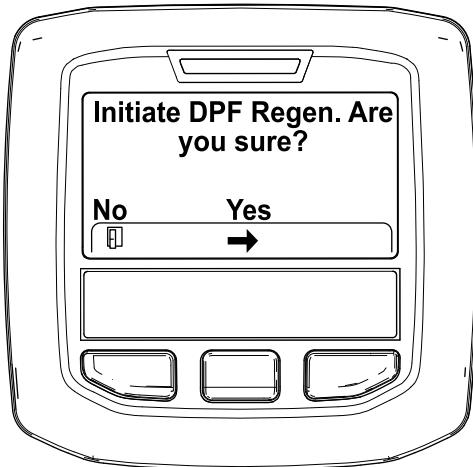

Figure 31
4. Quand le message « Initiate DPF Regen. Are you sure? » (lancer régénération FAP. Êtes-vous sûr(e)?) s'affiche, appuyez sur le bouton central (Figure 31).